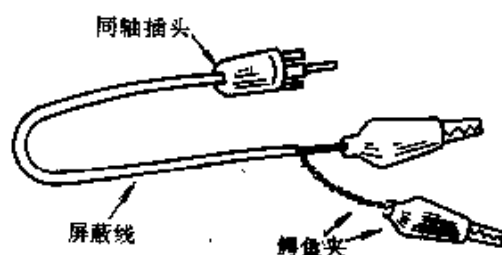

图 4-26
④ 正弦波输出信号应用屏蔽线输出。可按图 4-26 所示,自制一根输出信号线。使用时,屏蔽层应接地。